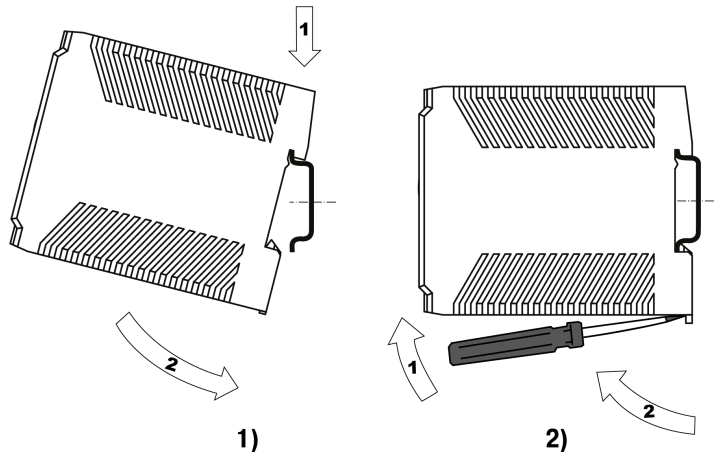

Рисунок 4.3 – Монтаж (1) и демонтаж (2) прибора
3. С усилием придавить прибор к DIN-рейке в направлении, показанном стрелкой, до фиксации защелки (см. *рисунок 4.3*).